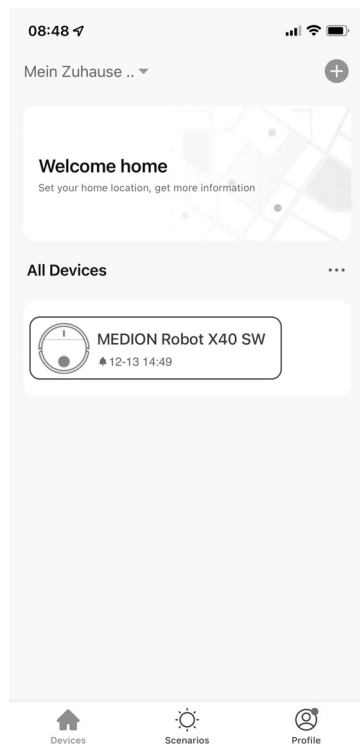

Fig. 13
- Vous pouvez maintenant renommer votre robot aspirateur. Vous pouvez ensuite sélectionner l'appareil dans la liste des appareils (**voir fig. 13**).